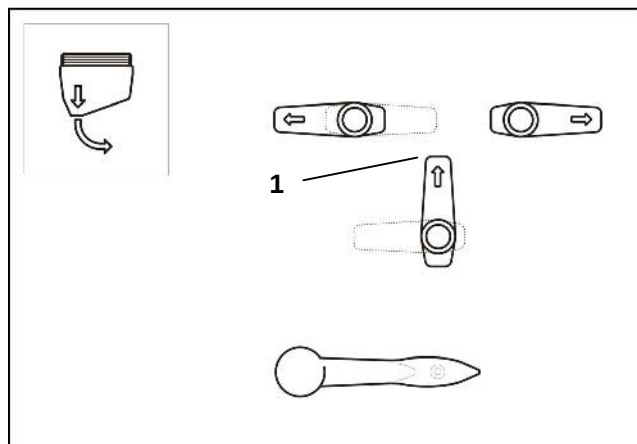

Bild 7.10
- Ställ kranen (7.10/1) enligt bild 7.10 så att preparatet sugas in.
- Ställ tillbaka 3-vägs kranen (7.10/1) enligt bild 7.10.